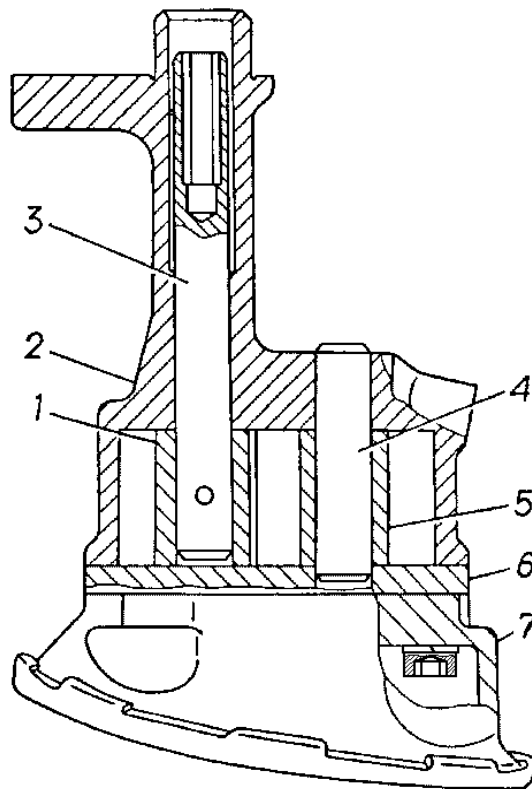

Рис.28. Масляный насос:
**Масляный насос** (рис.28) - шестеренчатого типа, установлен внутри масляного картера, крепится с прокладкой двумя болтами к блоку цилиндров и держателем к крышке третьего коренного подшипника.